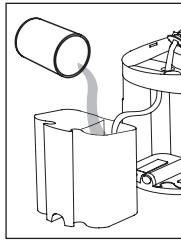

Fig. 6
- 6) Si lo desea, retire el tanque de drenaje/aromaterapia de la unidad. Llénelo con un máximo de 60 mL de agua salina o de aromaterapia, Fig. 6.